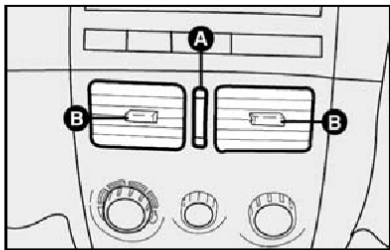
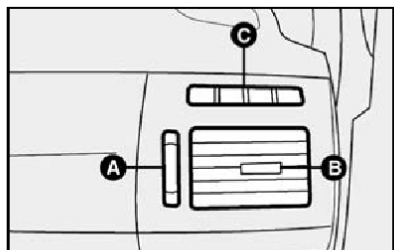

fig. 37
fig. 38
## DIFUSORES ORIENTÁVEIS E REGULÁVEIS fig. 37 e fig. 38
**C** - Difusor fixo para os vidros laterais fig. 38.